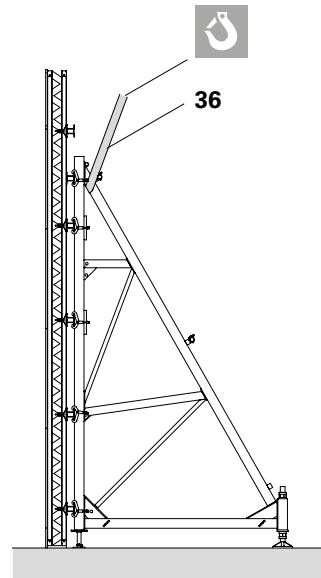

Fig. C2.02
Imbracare il contrafforte con brache di tessuto (36) e agganciarlo con la gru. (Fig. C2.02)